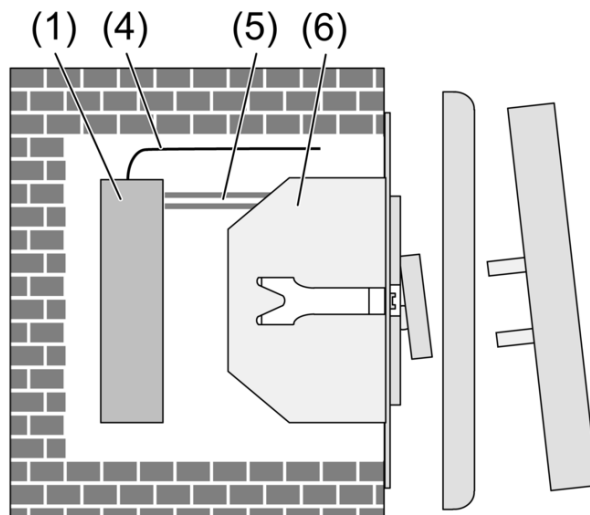

Bild 5
Der Sender wird hinter einem potentialfreien Schalter oder Taster (6) in eine Gerätedose installiert (Bild 5).